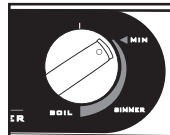

Fig. 6
1. Ponga el control de temperatura en “MIN” (Fig. 6). Ponga el interruptor en “OFF” y desenchufe la unidad.